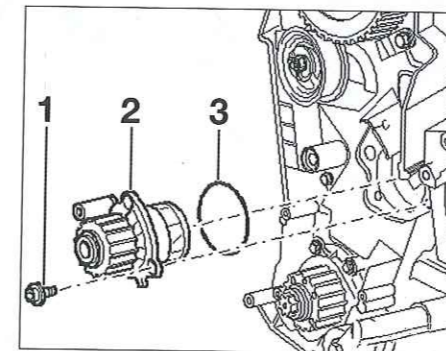

Fig. 22
- Desmontar los tornillos de fijación (1) de la bomba de agua (2) y desmontarla y recuperar su junta tórica (3) (Fig.22).